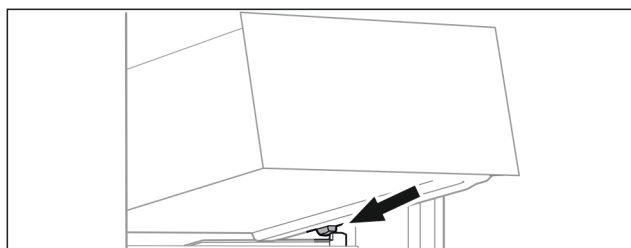

Fig. 60
- ▶ Sett skuffen på skrå bak stopperne på beholderribben. (se Fig. 60)